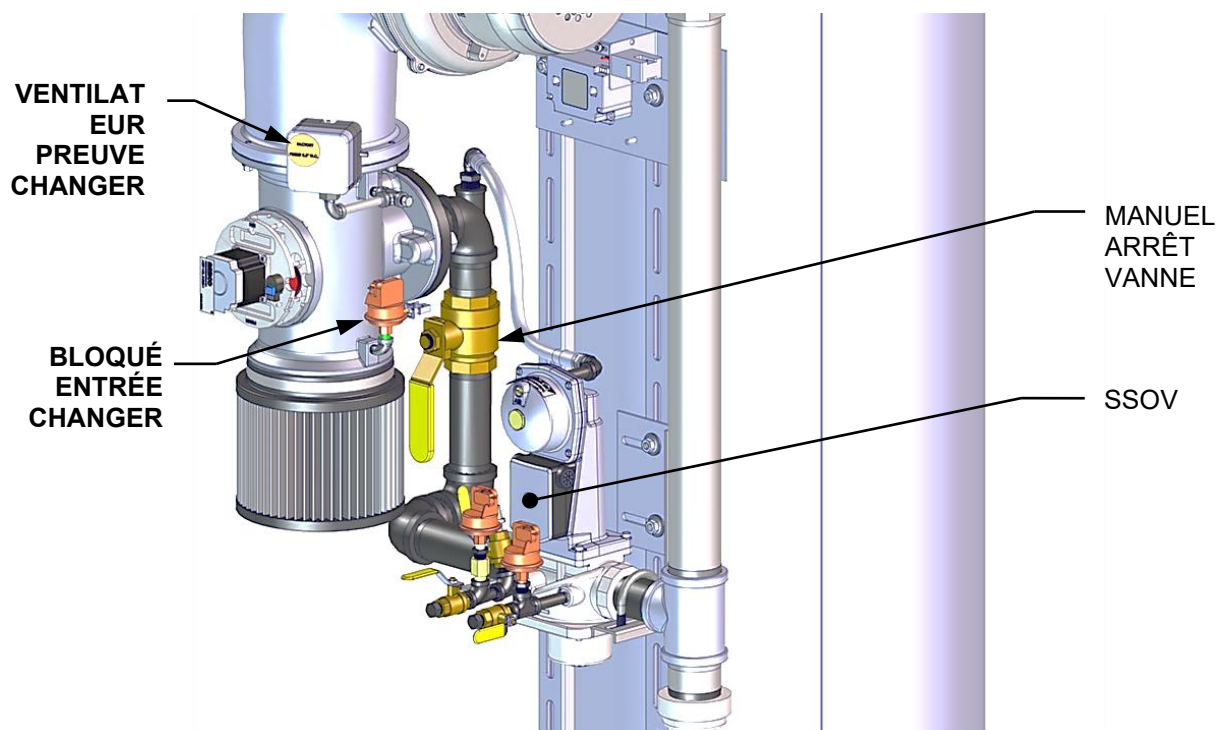

Figure 5-6a : Emplacements des interrupteurs d'entrée bloqués et à l'épreuve des ventilateurs – BMK1500 – 5000N
Ces essais vérifient le fonctionnement de l'interrupteur à la **Blower Proof** et de l'interrupteur de **Blocked Inlet** illustrés aux figures 5-6a, 5-6b et 5-6c.
2. Retirez le ou les filtres à air (voir les figures 5-6a, 5-6b ou 5-6c ci-dessus).